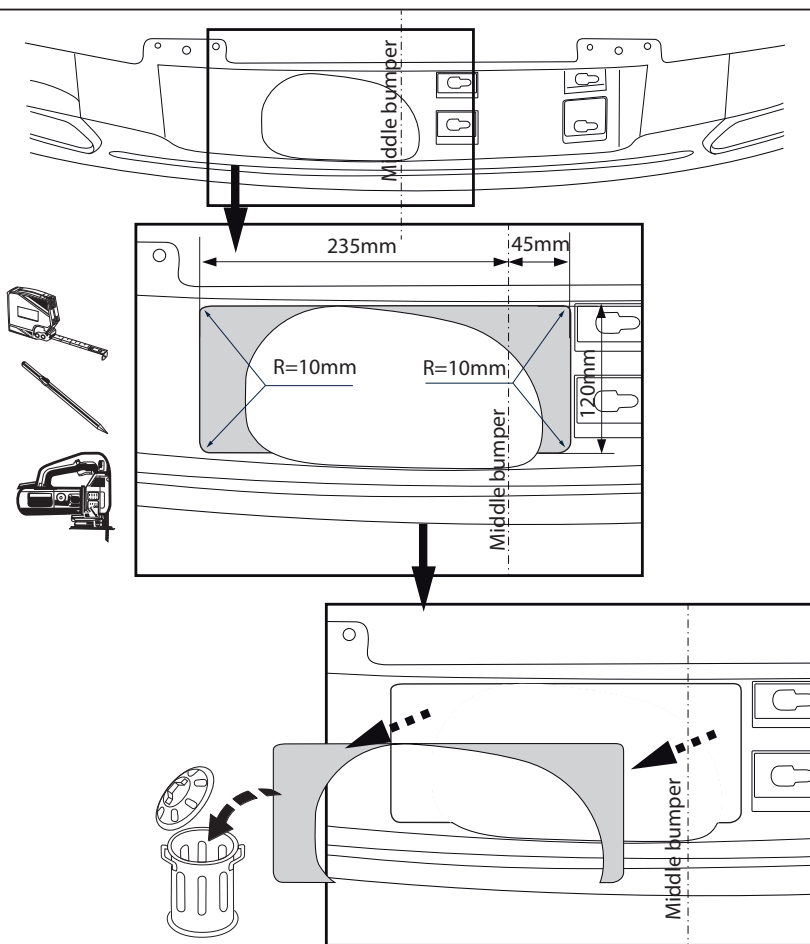

Fig. 2
5. Выпилить обозначенную часть, как указано на рис. 2.